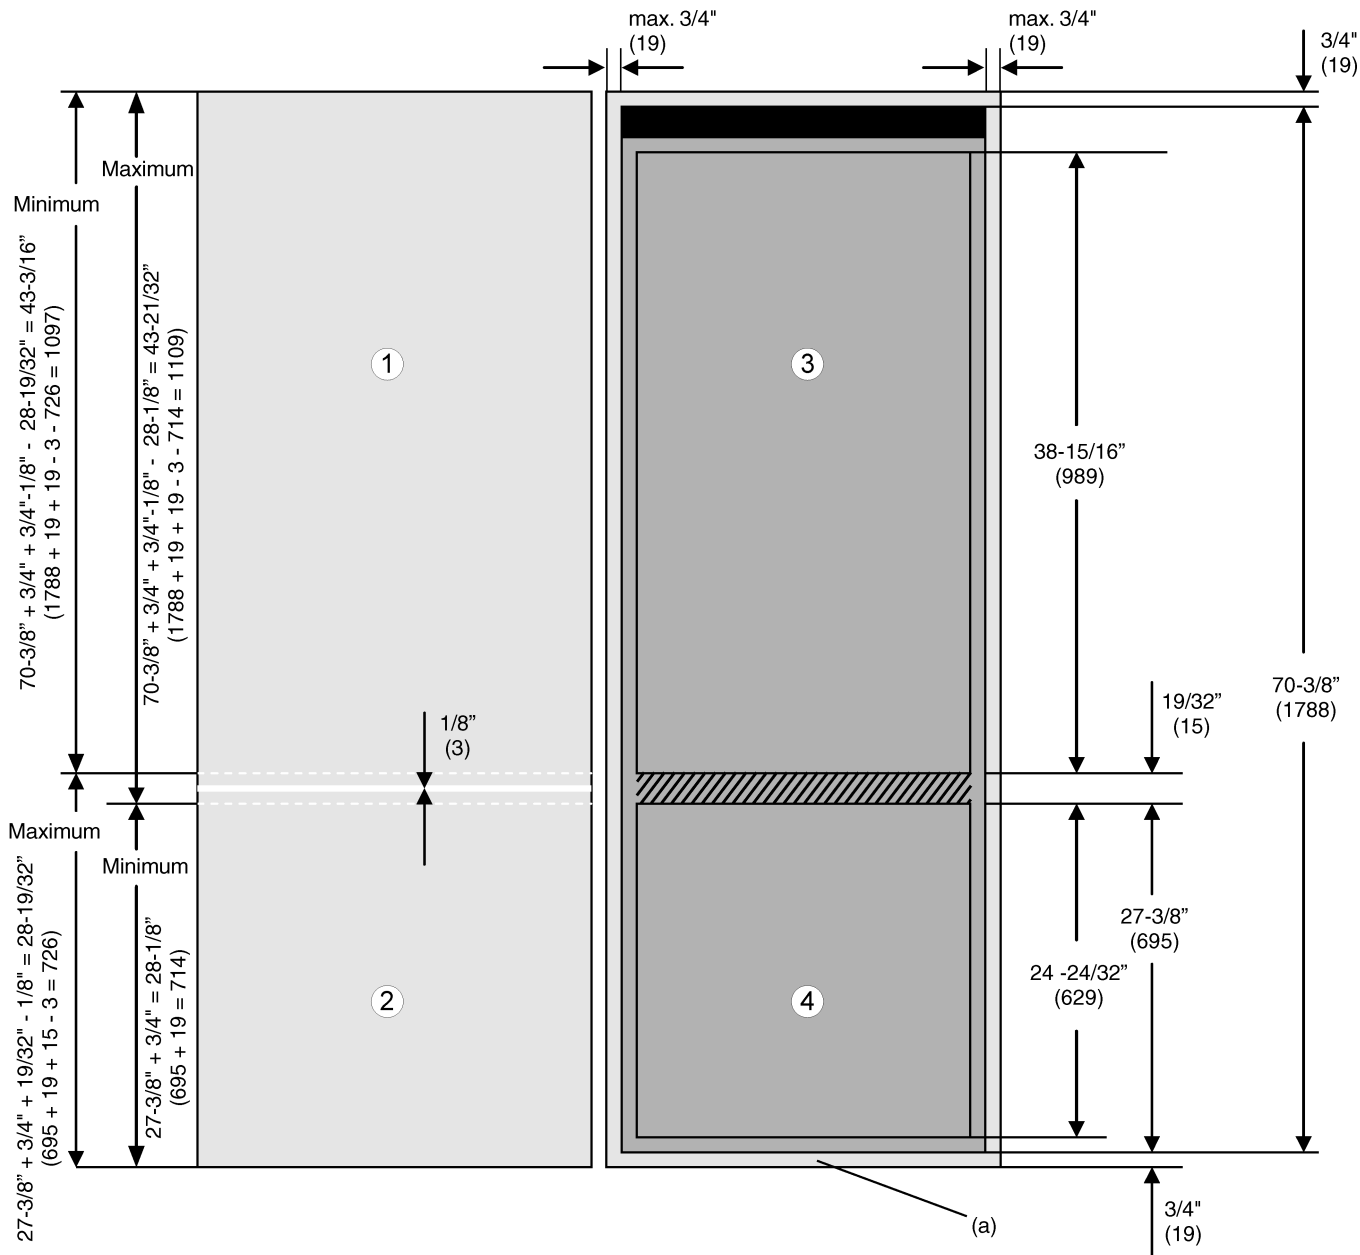

Fig. 3
► Pour couvrir le front de la plaque de fond Fig. 3 (a) : prolonger la hauteur de plaque à 27-3/8 in. + 3/4 in. = 28-1/8 in. (695 mm + 19 mm = 714 mm) .
Lorsqu'aucune porte de placard n'est encore montée, la fente entre la porte du compartiment congélateur Fig. 3 (3) et la porte du compartiment réfrigérateur Fig. 3 (2) est de 19/32 in. (15 mm). Après le montage des portes de placard, la fente entre les deux portes Fig. 3 (1,2) est d'environ 1/8 in. (3 mm) et doit se situer dans la surface hachurée.